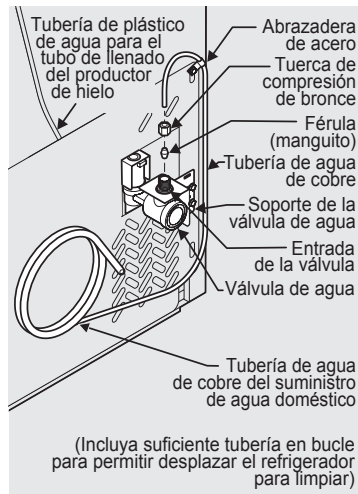

Figura 1
4. Si usa tuberías de cobre: deslice la tuerca de compresión de bronce y luego la férula (manguito) en la tubería de suministro de agua. Empuje la tubería de suministro de agua hacia el interior de la entrada de la válvula de agua lo más posible ($\frac{1}{4}$ de pulgada/6,4 mm). Deslice la férula (manguito) en la entrada de la válvula y apriete manualmente la tuerca de compresión sobre la válvula. Ajuste otra media vuelta con una llave; NO apriete en exceso. Consulte la Figura 1.